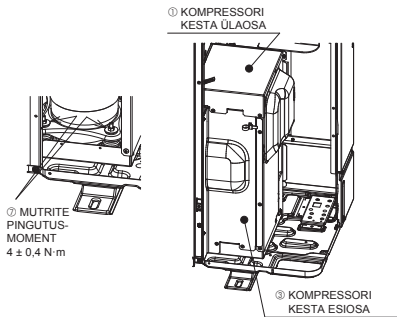

Fig. 4-2
- Pärast KOMPRESSORI fikseeritud osade eemaldamist pingutage kindlasti mutreid ning pange KOMPRESSORI KESTA ÜLAOSA ja KOMPRESSORI KESTA ESIOASA tagasi. (Fig. 4-2)